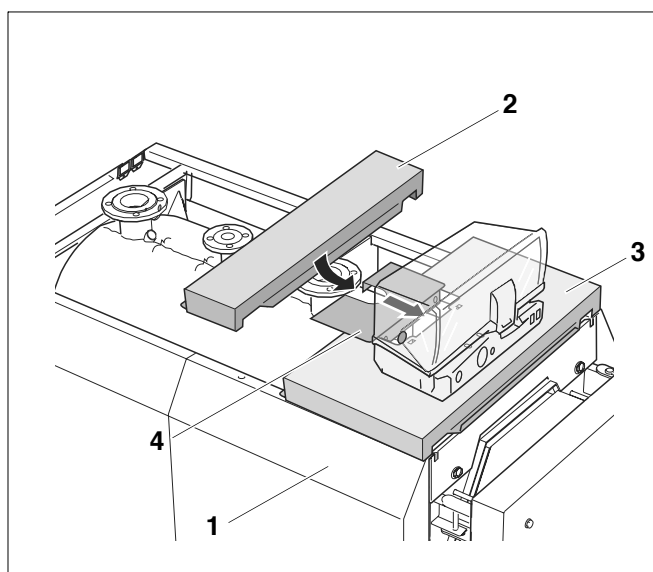

Fig. 32 Montarea acoperitorii din față
- Așezați placa din față (fig. 32, **poz. 2**) pe pereții laterali din față (fig. 32, **poz. 1**) și împingeți-o către capacul din față al cazanului (fig. 32, **poz. 3**).
- Așezați elementul capacului din față (fig. 32, **poz. 4**) pe capacul din față al cazanului (fig. 32, **poz. 3**) și înșurubați-l.